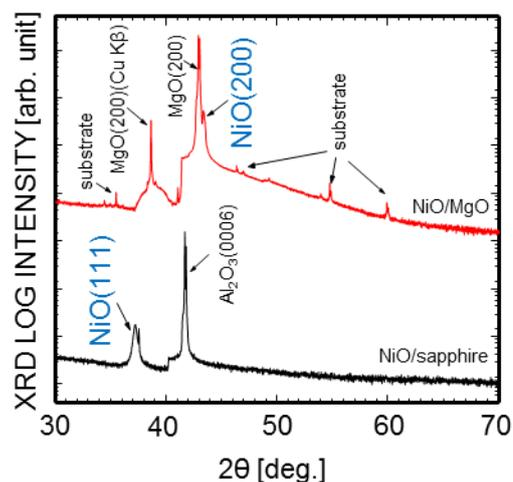
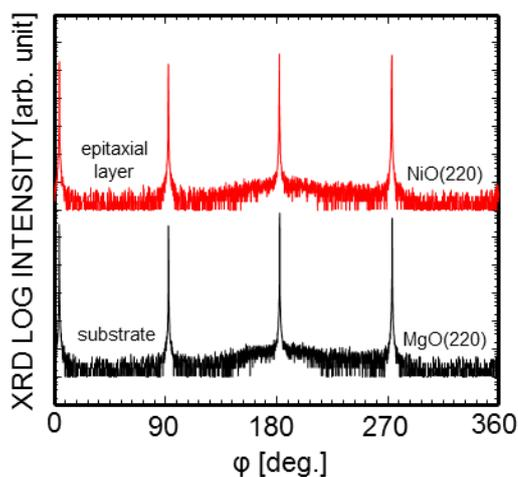

図 1. MgO 及びサファイア基板上に成長させた NiO 薄膜の XRD  $\theta$ -2 $\theta$  スキャン測定
図 2. NiO/MgO の XRD  $\phi$  スキャン測定
**【結果及び考察】** 図 1 に MgO 及びサファイア基板上に 200°C で成長させた NiO 薄膜の XRD  $\theta$ -2 $\theta$  スキャンの測定結果を示す。NiO(111)の回折半値幅が 0.50° と大きいものの、*c* 面サファイア基板上に NiO が<111>配向していることが確認された。同様に、(100)面 MgO 基板上に回折半値幅が 0.06° の NiO(200)のみが確認された。また各基板とも、成長温度もしくは RF 出力を大きくするに従い、回折半値幅が小さくなることを確認した。これは、結晶成長の過程において、堆積原子のマイグレーションが促進されたためと考えられる[3]。図 2 に MgO 基板上的 NiO の XRD  $\phi$  スキャンの測定結果を示す。MgO と NiO の 4 回対称を確認した。これより面内配向性についても、シングルドメインであると考えられる。